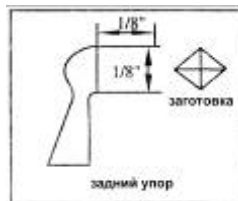

Рис. 3
9. Отрегулируйте резец примерно на 1,6 мм от углов заготовки и на 1,6 мм над центральной линией (рис. 3).